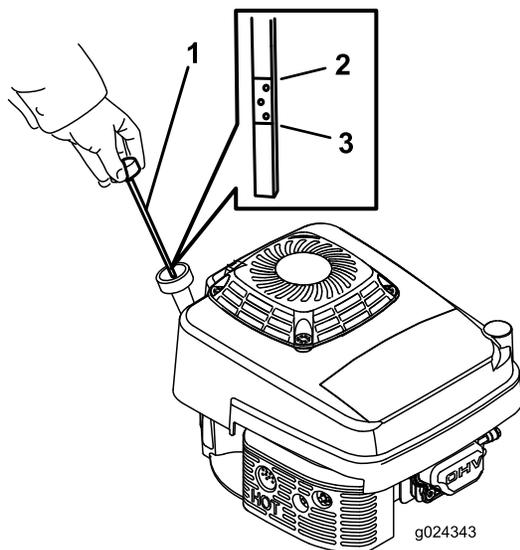

Рисунок 8
2. Извлеките масломерный щуп, повернув крышку против часовой стрелки и вытянув его (Рисунок 8).
7. Определите уровень масла по отметкам на щупе (Рисунок 8).